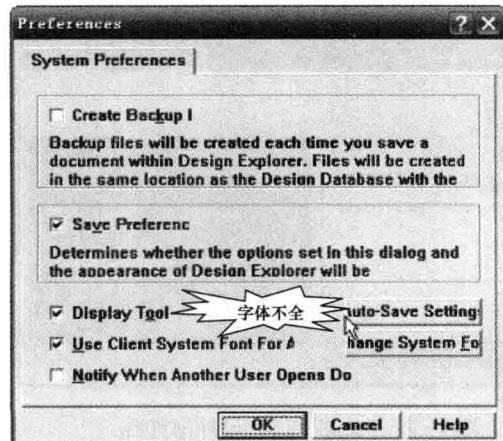
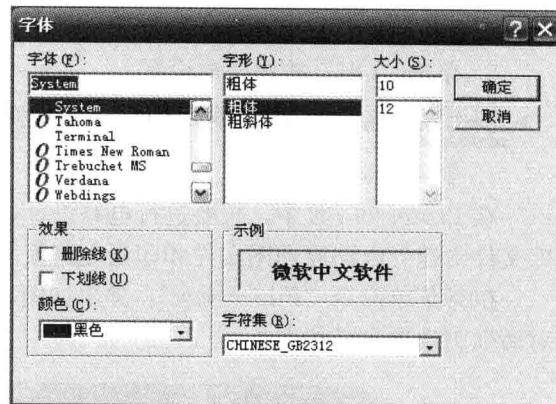
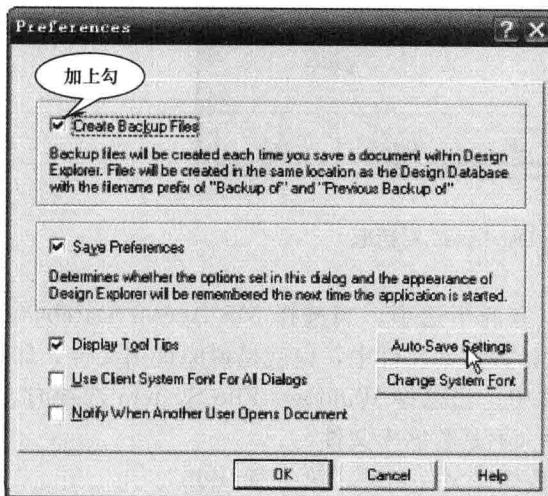
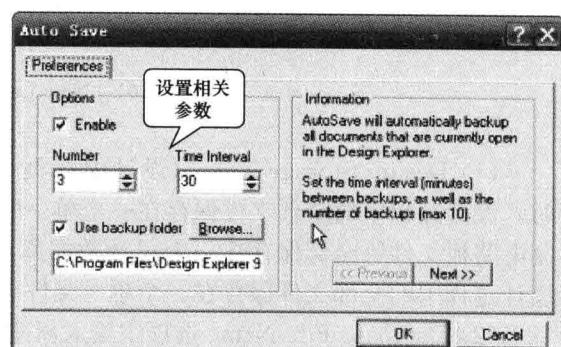

图 1-5 “Preferences”对话框
图 1-7 系统字体设置对话框
图 1-8 备份文件设置
图 1-9 “Auto Save” 设置对话框
1) 单击当前窗口左上角的系统菜单图标，在弹出的下拉菜单中单击“Preferences...”命令，如图 1-5 所示，系统字体显示并不完整，
2) 在图 1-5 所示的“Preferences”对话框中，单击“Change System Font”命令按钮，弹出如图 1-7 所示的系统字体设置对话框，用户可以根据需要设置系统字体。
1) 在如图 1-5 所示的“Preferences”对话框中，将“Create Backup File”前的复选框勾上，如图 1-8 所示，再单击“Auto Save Setting”按钮，弹出如图 1-9 所示的自动存盘参数设置对话框。